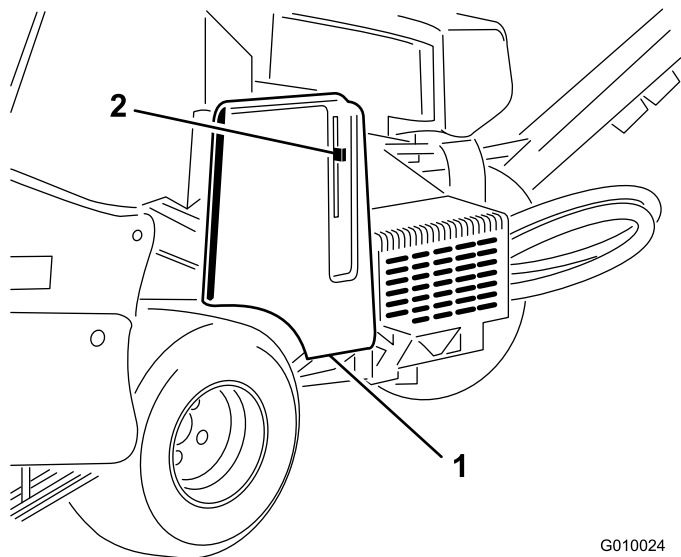
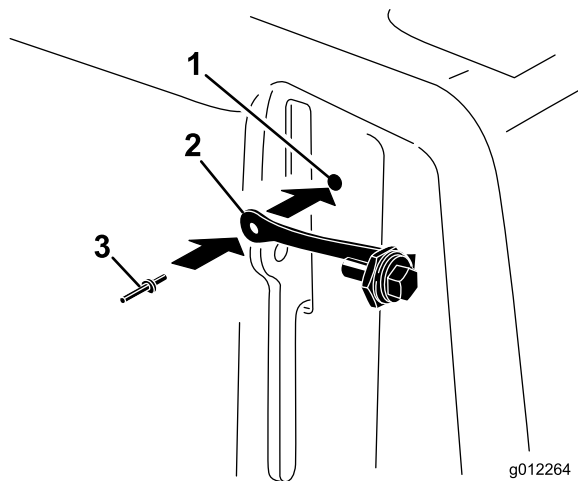

Figura 16
Figura 17
1. Localice el taladro en la cubierta de la correa junto a la ranura para la palanca del cierre (Figura 16 y Figura 17).
2. Fije el conjunto de la trabilla al taladro en la cubierta de la correa con un remache ciego (Figura 17).